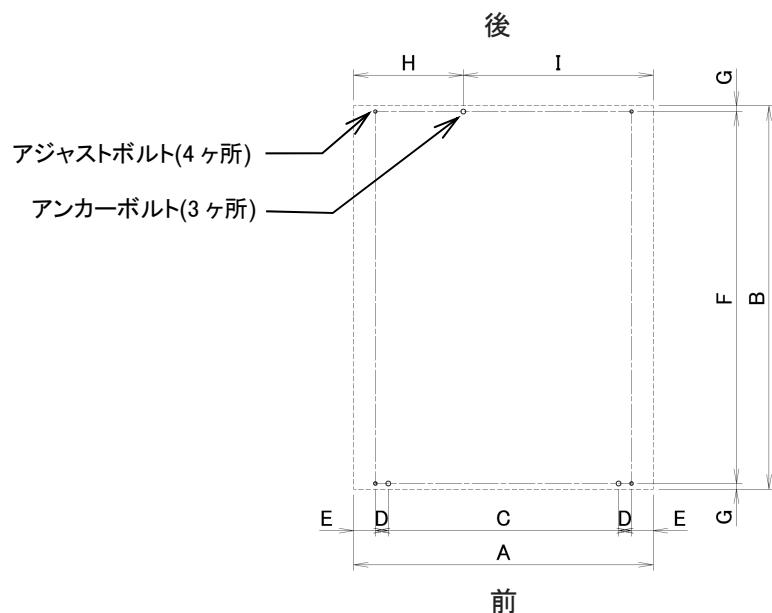

図 4-2
- 機械の据付は、機械自重による床荷重(770kg/m^2)に充分耐えられる所で、かつ、水平な所であれば、特別な基礎工事の必要はなく、簡易基礎にて水平を出し、3 本のアンカーボルトにて固定するだけで充分です。ただし、特に地盤の弱い所は、(図 4-2)を参照の上基礎工事をしてください。また、機械の据付は水平器を用いて、左右は水平にし、機械の前後方向は機械前側が少し上がり気味になるように据付してください。